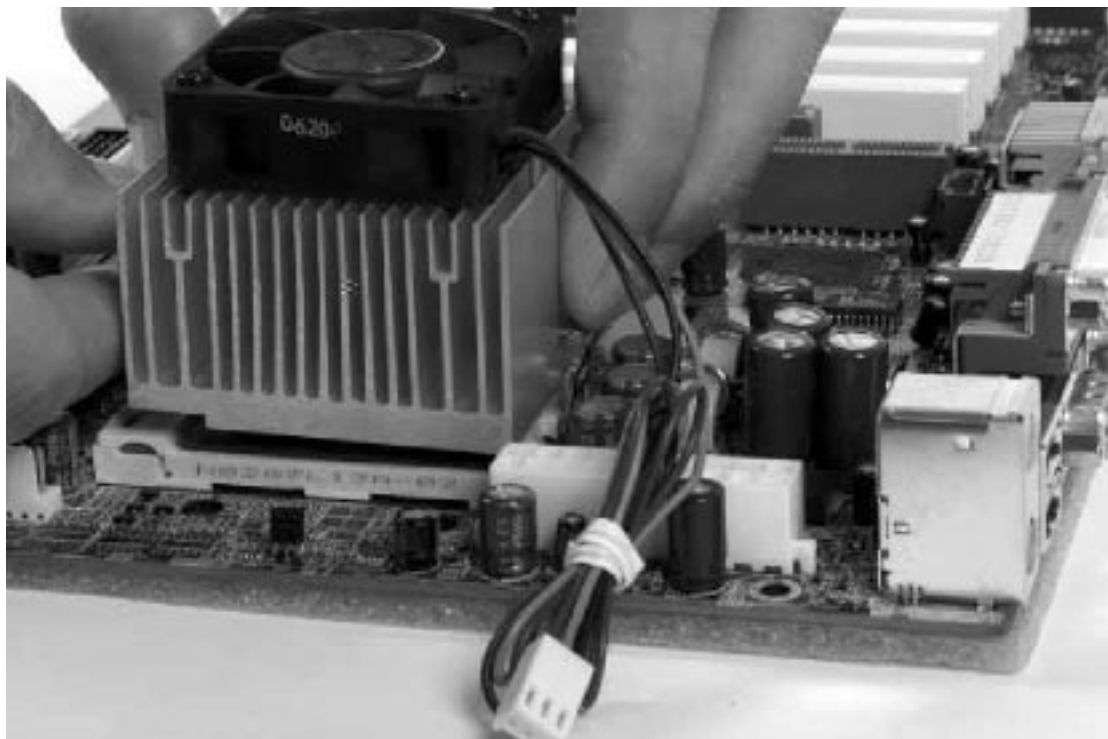

Figura 12. Esta es la forma correcta de instalar el disipador de calor en el procesador.
12. En la figura 12 se muestra el primer paso en la instalación del disipador de calor, que se debe colocar sobre el procesador con el extremo corto del clip acoplado en la patilla central situada en la parte inferior del socket. Debería sujetarse a esta patilla simplemente haciendo presión con un dedo.